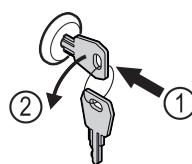

Fig. 181
- Ispauskite raktą. Fig. 181 (1)
- Pasukite raktą 90° prieš laikrodžio rodyklę. Fig. 181 (2)